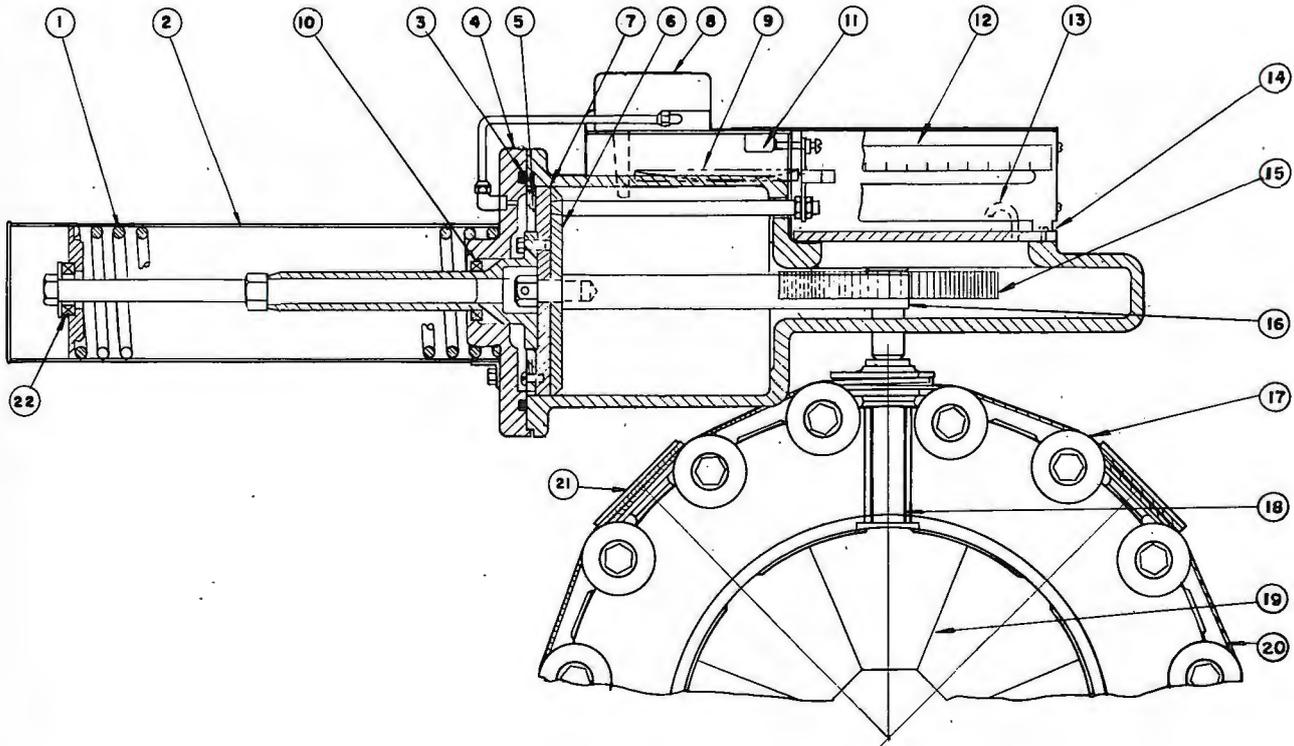

Abbildung 2-11 Leitschaukel und Servomotor
Bezugnehmend auf Abbildung 2-11 wird Druckluft, wel-che den Kolben hin- und herbewegt, und mit Leitschau-feln (19) gegen einen Federdruck (1) öffnet, zum Servo-motor (6) geführt.